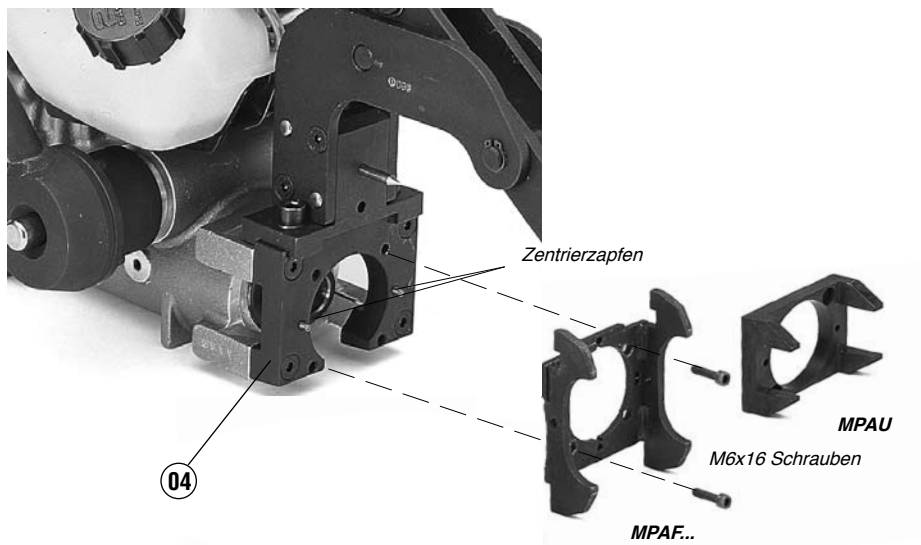

BILD 15 – MONTAGE DER SCHIENENPROFILSCHABLONEN
7.3) Montage der Schienenprofilschablonen (siehe Bild 15)